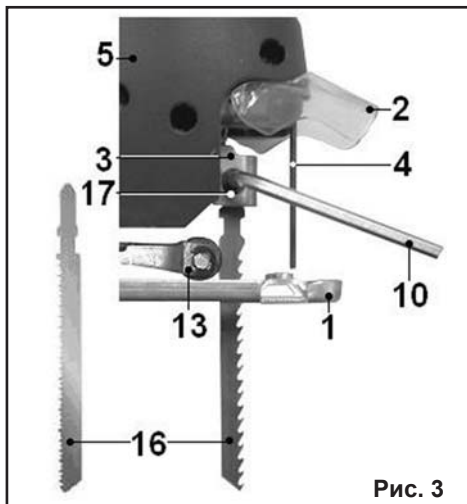

Рис. 3
7.1. Установка пильного полотна в держатель (Рис.3).